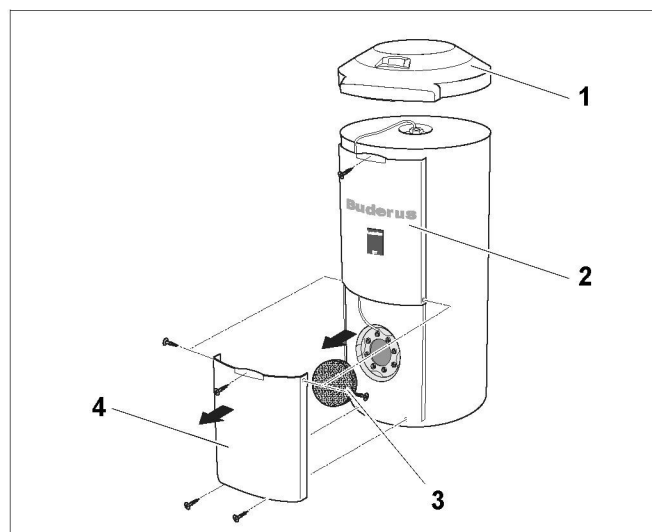

Рис. 10 Демонтаж обшивки
- Снять крышку бака (рис. 10, поз. 1).
- Вынуть верхнюю обшивку (рис. 10, поз. 2) из профильных направляющих. Для этого отсоединить три болта (верхний и боковые).
- Вынуть нижнюю обшивку (рис. 10, поз. 4) с теплоизоляцией крышки смотрового люка (рис. 10, поз. 3) из профильных направляющих. Для этого отсоединить три болта (средний, верхний и нижний).
- Задвинуть нижнюю обшивку (рис. 15, **поз. 4**) вместе с теплоизоляцией крышки (рис. 10, **поз. 3**) в профилирующие направляющие и закрепить тремя винтами (в середине и внизу).
- Верхнюю обшивку (рис. 10, **поз. 2**) задвинуть в направляющие и закрепить тремя винтами (вверху и сбоку).
- Установить крышку (рис. 10, **поз. 1**) на бак.